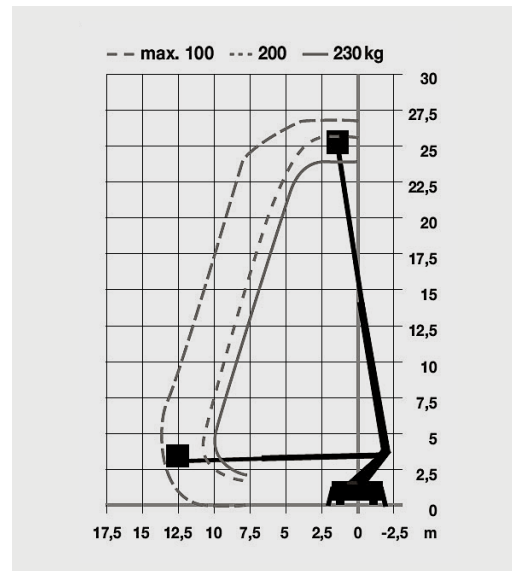

Bild 1: Arbeitshöhe und seitliche Reichweite der Hubarbeitsbühne sind der Betriebsanleitung zu entnehmen.
6. Genügen **Arbeitshöhe und seitliche Reichweite** der Hubarbeitsbühne, um die Arbeiten ohne zusätzliche Hilfsmittel wie Leitern oder Podeste auszuführen? (Bild 1) ja nein